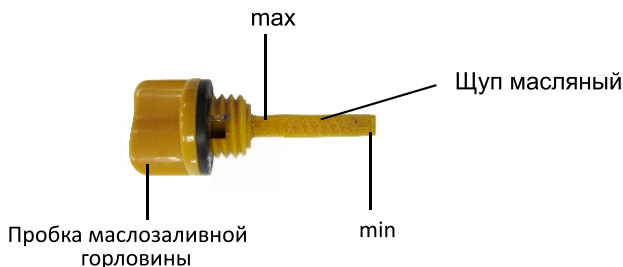

Рис. 13
3. Извлеките щуп и проверьте уровень масла. Он должен находиться между верхней и нижней отметкой контрольного щупа ближе к верхней отметке (max) (рис. 13). В случае необходимости долейте свежее моторное масло;